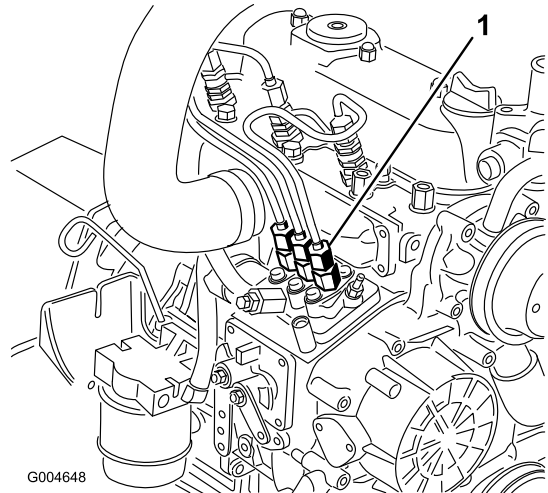

Figura 63
1. Coloque un trapo debajo del conector del tubo que viene desde la bomba de inyección a la boquilla del inyector N° 1, según muestra Figura 63.